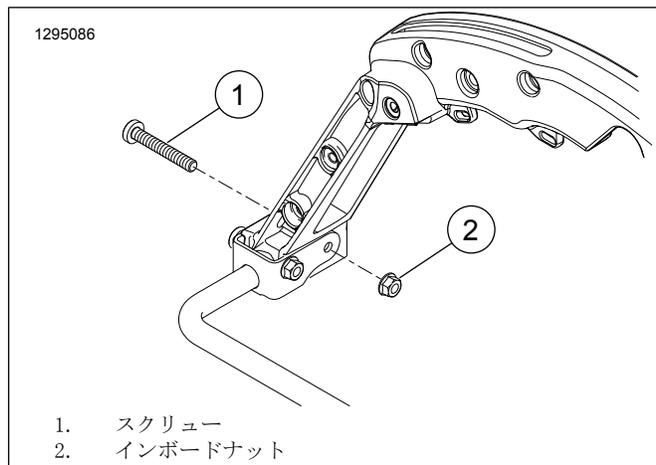

図6。OEスクリューの取り外し
9. 「図6」を参照。右側インボードナット(2)を取り外す。スクリュー(1)を廃棄する。
- d. ロックワッシャー (5) とナット(4) でアンテナケーブルエクステンションを固定する。上側のナットにレンチを配置します。下側のナットを締め付けます。